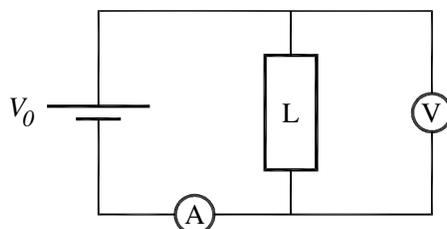

Figura 12 – Circuito para traçar uma curva $V \times I$ de uma lâmpada.
a) Monte o circuito da figura 12, onde L representa uma lâmpada incandescente. Siga o mesmo procedimento anterior. Os pontos que você deve coletar devem cobrir toda a faixa de 0 a 10 V. Não aplique mais de 10 V sobre a lâmpada, pois isso pode queimá-la. Faça o gráfico de $V \times I$, e discuta o resultado obtido. A lâmpada é um dispositivo ôhmico? Discuta o formato do gráfico.